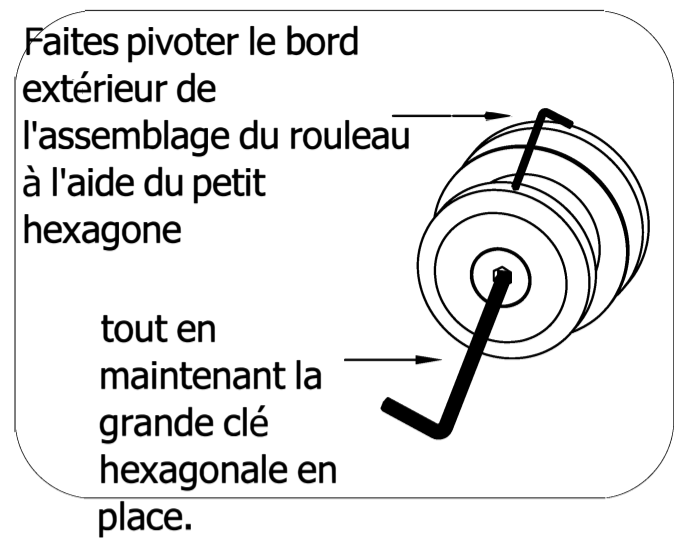

Fig. 21
**Remarque :** Sur la figure 21, l'emplacement des trous pour la fixation du séparateur du rail de la porte coulissante doit être à  $1 \frac{13}{16}$ " du bord du grand verre fixe (3).
Voir la figure 21 pour plus de détails.